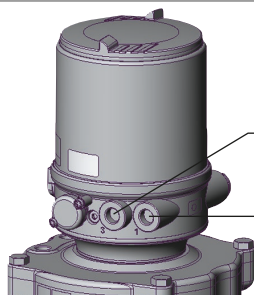

Fig. 14: Pneumatischer Anschluss Typ 8686
- Steuermedium an den Steuerluftanschluss (1) anschließen (6 ... 7 bar; Instrumentenluft, öl-, wasser- und staubfrei).
- Abluftleitung oder einen Schalldämpfer an den Abluftanschluss (3) montieren (siehe „Fig. 14: Pneumatischer Anschluss Typ 8686“).